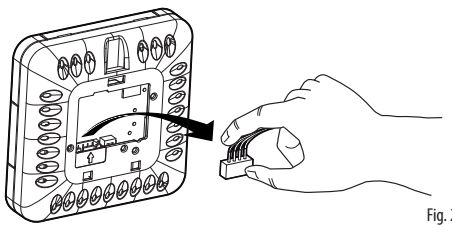

Fig. 2
2. scollegare il connettore a 4 poli dalla parte anteriore (fig.2);
2. disconnect the 4-pin connector from the front part (Fig. 2);